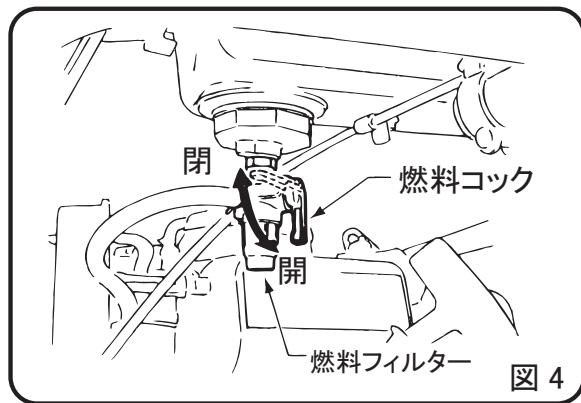

図 4
- 1 燃料コックのレバーを下（開）にして燃料を通します。（図4）